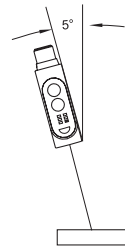

Abb. 9 Reflektierendes Objekt
- Bei stark reflektierenden oder glänzenden Objektflächen den Sensor um ca. 5 ° zur Objektfläche neigen. (Abb. 9).